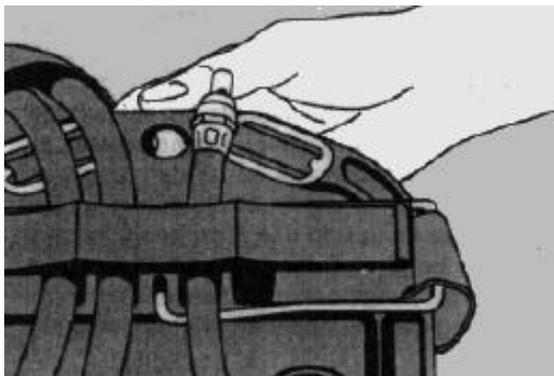

Figura 4
- A abraçadeira apoia-se no centro do cilindro e encontra-se em posição horizontal fechada. (figura 4).